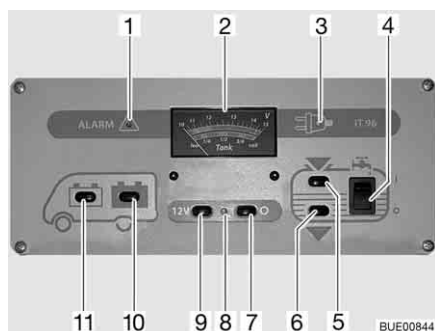

Fig. 158 Panel IT 96-2
El interruptor principal de 12 V (Fig. 158,7 y 9) conecta y desconecta el panel y la alimentación de 12 V del habitáculo.
- Pulsar el interruptor (Fig. 158,9) "12 V": La alimentación de 12 V del habitáculo está conectada. La luz de control (Fig. 158,8) se enciende de color verde.
- Pulsar el interruptor (Fig. 158,7) "O": La alimentación de 12 V del habitáculo está desconectada. La luz de control (Fig. 158,8) se apaga.
Observar la escala superior del instrumento indicador V/depósito (Fig. 158,2). El instrumento indicador se ilumina automáticamente al accionar el interruptor.
- Pulsar el interruptor (Fig. 158,11) "☰": Indica la tensión de la batería del motor de arranque.
- Pulsar el interruptor (Fig. 158,10) "☷": Indica la tensión de la batería del habitáculo.
Observar la escala inferior del instrumento indicador V/depósito (Fig. 158,2). El instrumento indicador se ilumina automáticamente al accionar el interruptor.
- Pulsar el interruptor (Fig. 158,5) : Indica la cantidad de agua.
- Pulsar el interruptor (Fig. 158,6) : Indica la cantidad de aguas residuales.
Conectar: ■ Pulsar el interruptor basculante (Fig. 158,4) por arriba "I": El suministro de agua está conectado.
Desconectar: ■ Pulsar el interruptor basculante (Fig. 158,4) por abajo "O": El suministro de agua está desconectado.
La luz roja de "ALARMA" (Fig. 158,1) parpadea en cuanto la tensión de la batería del habitáculo baja de 11 V (medición durante el servicio) y hay peligro de descarga completa.
Se enciende la luz de control de 12 V (Fig. 158,8) cuando se conecta el interruptor principal de 12 V (Fig. 158,9).
Se enciende la luz de control de 230 V (Fig. 158,3) amarilla cuando hay tensión de red en la entrada del bloque eléctrico.